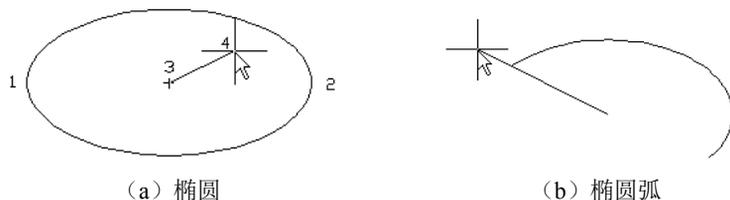

图 2-35 椭圆和椭圆弧
指定椭圆的轴端点或 [圆弧(A)/中心点(C)]: (指定轴端点 1, 如图 2-35 (a) 所示)
指定轴的另一个端点: (指定轴端点 2, 如图 2-35 (a) 所示)
- ☑ 起点角度: 指定椭圆弧端点的两种方式之一, 光标与椭圆中心点连线的夹角为椭圆端点位置的角度, 如图 2-35 (b) 所示。